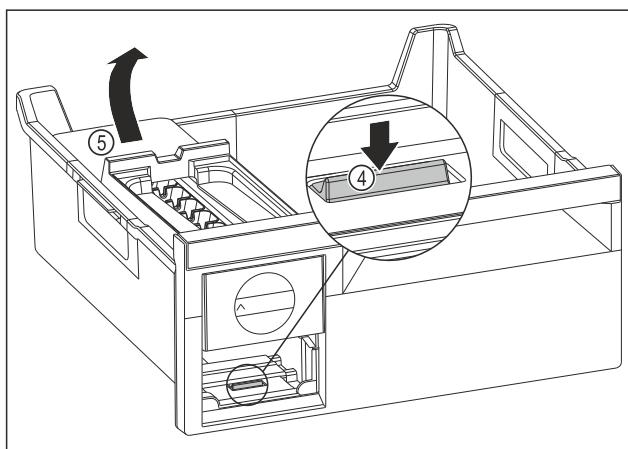

Fig. 131
- Odoberte korpus EasyTwist-Ice: Strmeň Fig. 131 (4) zatlačte prstom nadol a súčasne druhou rukou zdvihnite zozadu korpus EasyTwist-Ice Fig. 131 (5).